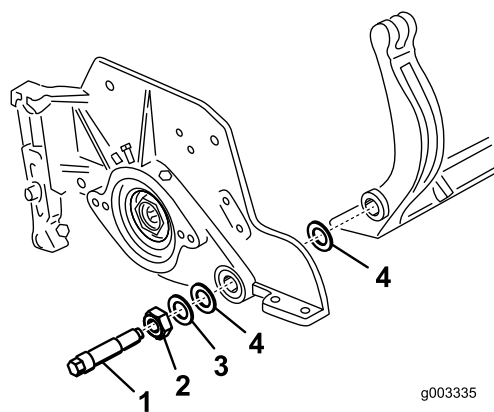

Figure 25
estampé à chaque extrémité de la barre d'appui (Figure 25).
3. Placez une rondelle en nylon de chaque côté du bossage de la plaque latérale. Placez une rondelle en acier à l'extérieur de chaque rondelle en nylon (Figure 25).